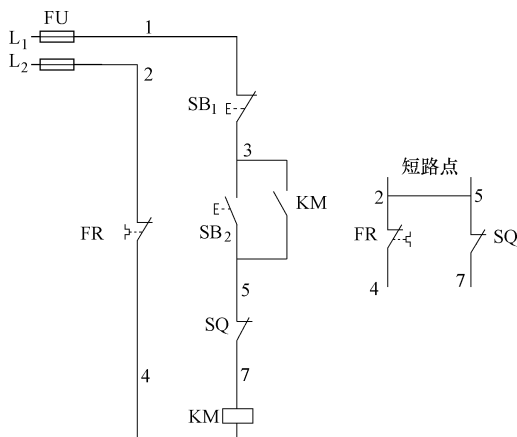

图 6-24 电源间短路故障的检查
**【故障现象】** 如图 6-24 所示的电路中, 按下起动按钮  $SB_2$ , 熔断器 FU 的熔体就熔断。